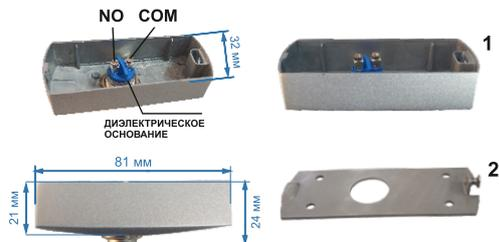

Рис.1
Установка представлена на рис. 1. Отверните фиксирующий винт корпуса, снимите заднюю крышку (2). Закрепите заднюю крышку корпуса на стене. Подключите соединительные провода в соответствии с рисунком. Установите верхнюю часть (1) и заверните фиксирующий винт.